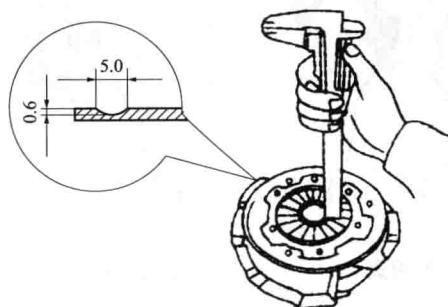

图 1-9 用游标卡尺测量膜片弹簧的磨损
(5) 压盘的检验与修理。
①压盘翘曲变形的检验。将压盘摩擦面扣合在平板上,并用塞尺在其缝隙处测量。压盘表面的不平度不得超过 0.12 mm。
②压盘表面光洁度检验。压盘表面不能有明显的沟槽,准确地说沟槽深度应小于 0.30 mm。
③压盘的翘曲或沟槽可用平面磨床磨平或车床车平,但加工后的厚度应不小于标准厚度 2 mm。
(6) 膜片弹簧式离合器的膜片弹簧的检查。
①膜片弹簧的磨损的检查。使用游标卡尺,以测量膜片弹簧与分离轴承接触部位的磨损的深度和宽度,如图 1-9 所示。深度应小于 0.6 mm,且宽度应小于 5.0 mm,否则应予以更换。